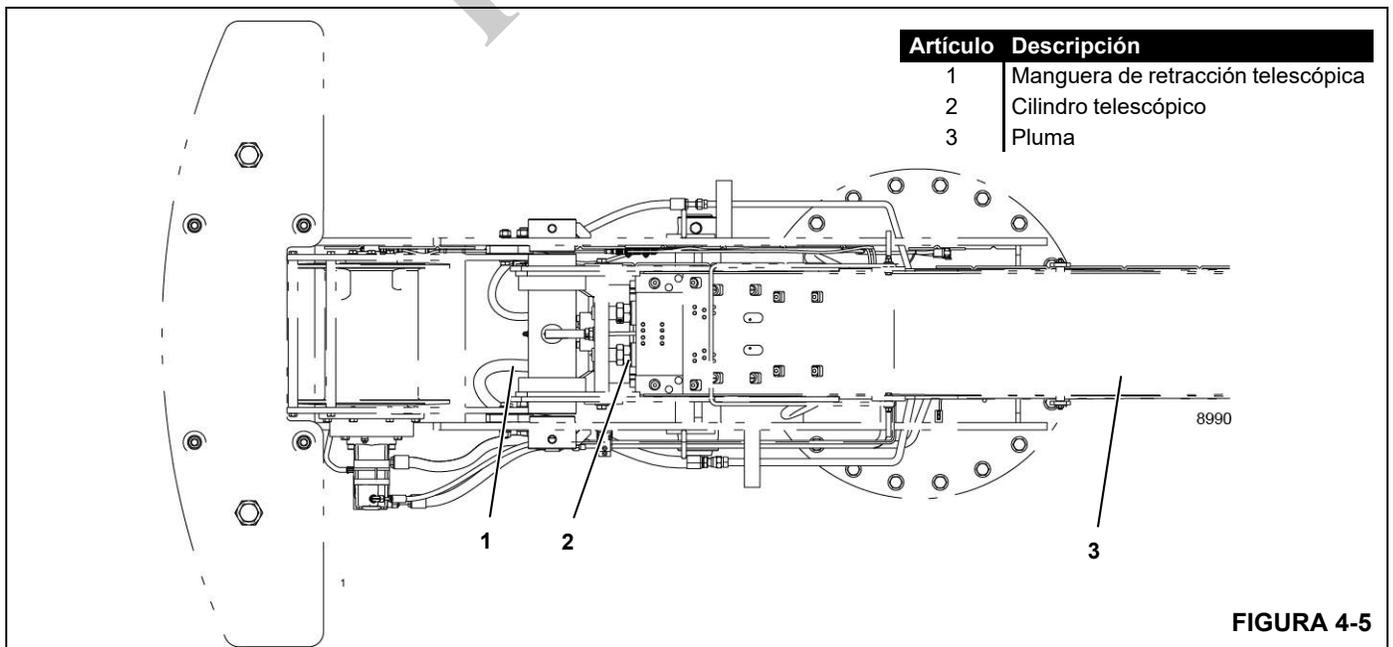

FIGURA 4-5
4. Desconecte la manguera de retracción telescópica (1, Figura 4-5) del adaptador en el extremo del cilindro telescópico. Escurrirá algo de aceite de la manguera y adaptador.